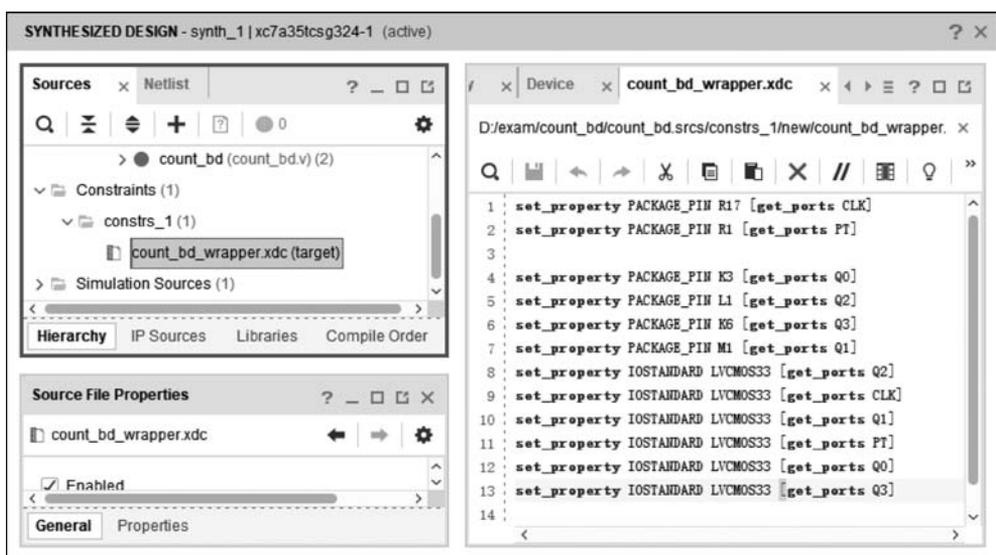

图 3.71 引脚约束文件
(4) 引脚约束完成后单击保存按钮,如图 3.71 所示,可看到 Sources 标签页中已出现引脚约束文件 count\_bd\_wrapper.xdc,双击该文件,其内容如图中所示。